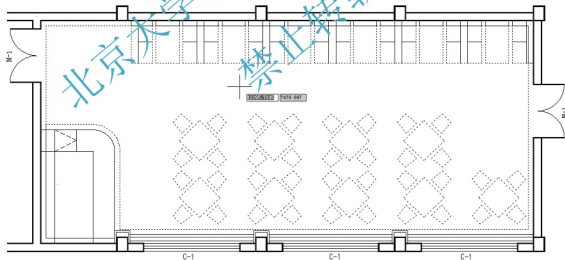

图 4.71 选择被填充的区域
⑥ 单击【拾取点】按钮，指定被填充区域的内部点，这时对话框消失。
⑦ 在拾取内部点或【选择对象(S)/删除边界(B)】：提示下，在家具之间单击。此时 AutoCAD 检测到包含这一点的封闭区域的边界并呈虚线显示，如图 4.71 所示。